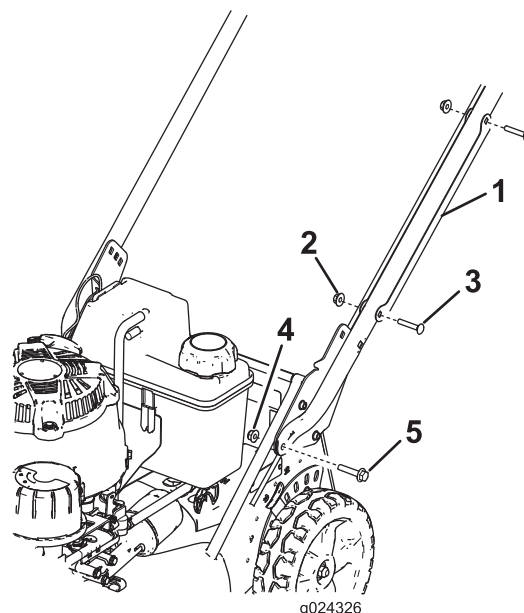

Figure 3
1. Retirez les 2 boulons de carrosserie et les 2 contre-écrous qui fixent le protège-câble au guidon et déposez le protège-câble du guidon (Figure 3).
2. Fixez les extrémités du guidon au carter de la tondeuse au moyen de 2 boulons à tête-embase hexagonale (5/16 x 1-1/2 po) et de 2 écrous à embase (5/16 po), comme montré à la Figure 3.
7. Positionnez le protège-câble sur le guidon **en plaçant le(s) câble(s) à l'intérieur du protège-câble**, et fixez le protège-câble sur le guidon à l'aide des 2 boulons de carrosserie et des 2 contre-écrous retirés précédemment (Figure 3).